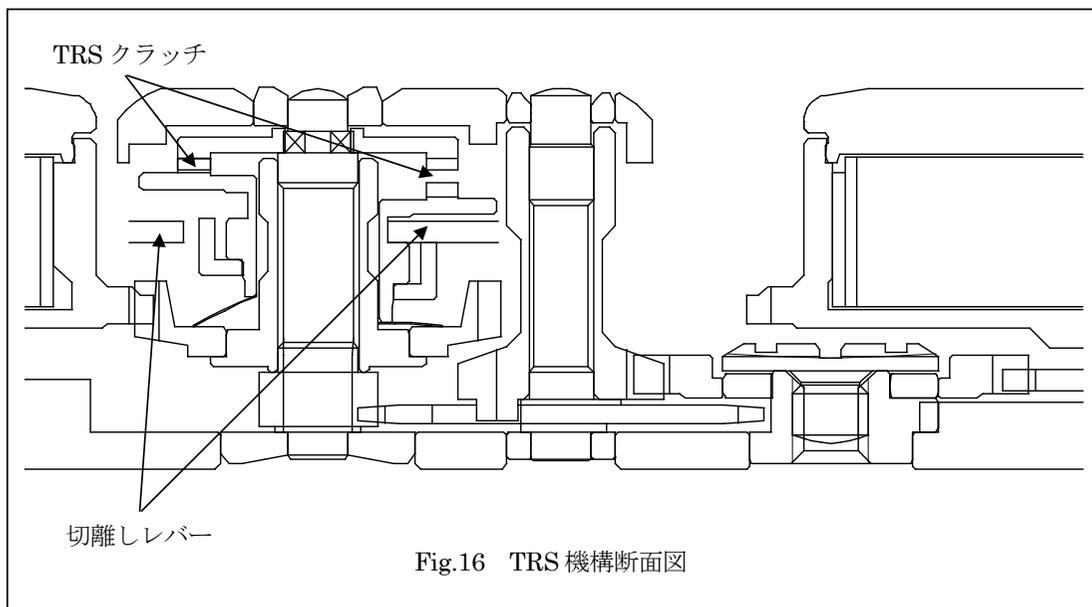

Fig.16 TRS 機構断面図
香箱車から TRS 輪列を介して動力が角穴車に供給されている期間 (Fig.14, Fig.16 左側の状態), ゼンマイは運針の分だけ解ける一方で、TRS 輪列から巻き上げられている。そのため、香箱内のゼンマイ巻き数の減り方は TRS なしの場合より少なくなる。これは運針中に竜頭からゼンマイを巻き足すのと同じ効果を実行していることになる。ただし TRS 輪列によって香箱車から角穴車に還元されるゼンマイの巻き数は、TRS 輪列の減速比だけ減じられるのでゼンマイが解けた分だけ角穴車が巻き上がる訳ではない。弊社のスプリングドライブ Cal. 7R14 の場合、TRS なしのベースキャリバーに対し他の対策の効果も併せ 25% (48 時間→60 時間) の持続時間延長を達成している。
運針を続けゼンマイが解けるに従い香箱車の出力トルクは低下していくので、いずれ香箱車から①②③の経路に十分な動力を供給できなくなる。①は時刻表示、②は残りの持続時間を表示するため、①②への動力供給を止めることはできない。そこで③の経路はゼンマイが完全に巻き上がった状態から設定の巻き数 (減速比分含めてもゼンマイの出力トルクが巻き上げトルクを下回る巻き数) が解けた時点で減速輪列の途中にあるクラッチ (TRS クラッチ) を切り離し、香箱車から角穴車への動力供給を停止させる (Fig.15、Fig.16 右側)。TRS クラッチは軸方向に重ねたラチェットが、針座の力で噛み合い動力を伝えている。切離レバーが一方のラチェットを押し下げクラッチを切り離す。このクラッチの切り離しのタイミングは、7.パワーリザーブインジケーター付きストップワークで示した差動歯車列の太陽車に設けたカムによって制御される。なお、Fig.16 に示す TRS クラッチの断面図では左側に TRS ON (Fig.14) の状態を、右側に TRS OFF (Fig.15) の状態を示している。4)